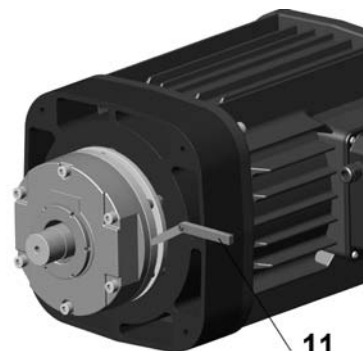

fig. 152a
10. Vérifier avec une jauge d'épaisseur -11- l'entrefer qui doit être de 0.5 ± 0.05 mm (fig. 152a).